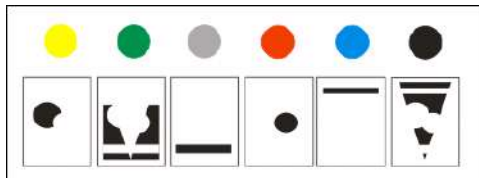

Imagen 011\_03
- Se requiere de una película por cada color de impresión (Imagen 011\_03)